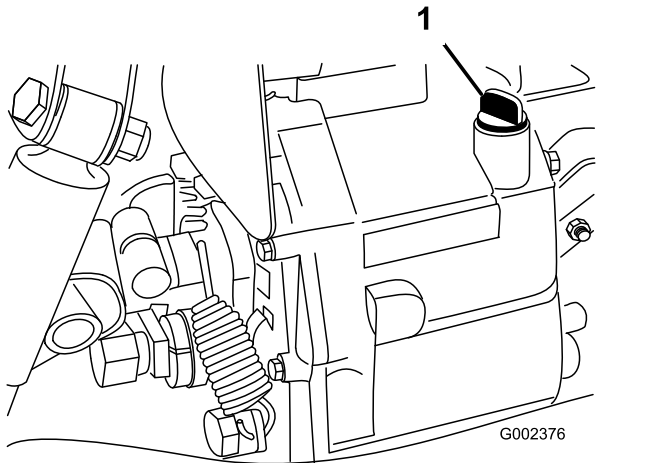

Bild 69
4. Reinigen Sie den Bereich um den Peilstab (Bild 69).